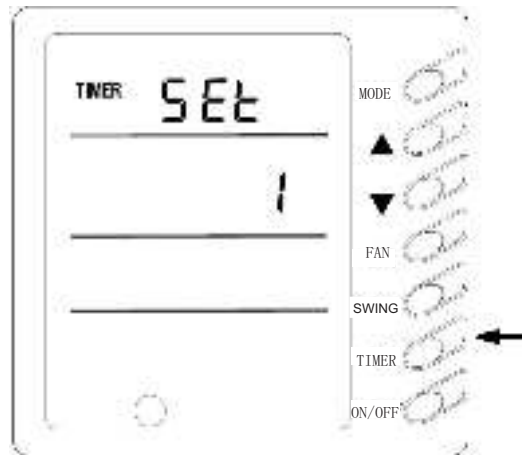
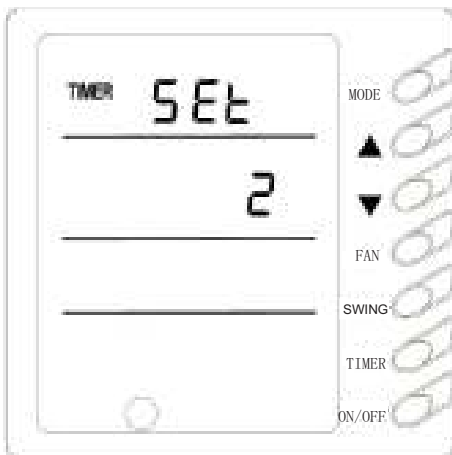
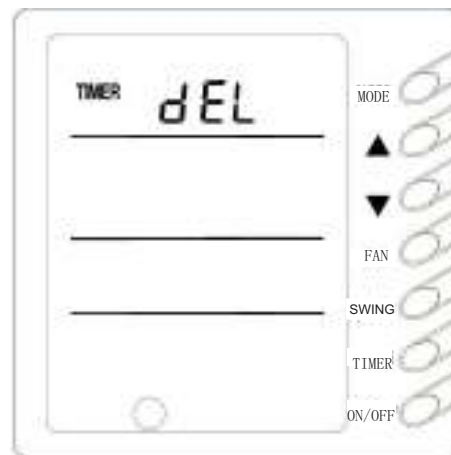

Рис. 4.7
Рис.4.8
Рис.4.9
(См. Рис.4.7/4.8/4.9)
Перейти в меню настроек Таймера можно путем нажатия кнопки TIMER, как во включенном (ON), так и в выключенном статусе (OFF) блоке. Нажатием кнопок ▲ и ▼ отрегулируйте время (См. Рис.4.7), установите необходимое значение времени (См. Рис.4.8) или удалите параметры времени (См. Рис.4.9). Повторным нажатием кнопки TIMER сохраните установленные параметры времени.